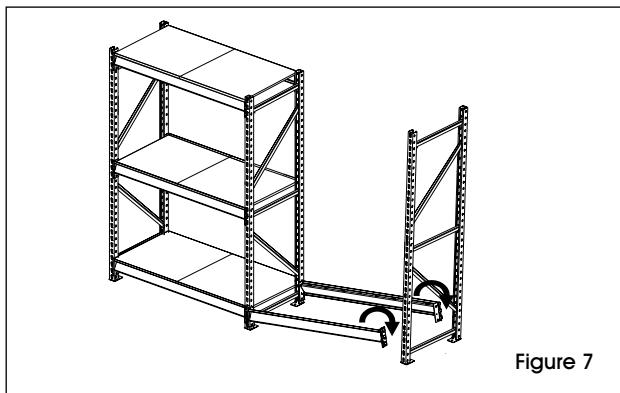

Figure 7
8. Tout en maintenant le troisième montant en position, soulevez les traverses de soutien et accrochez-les en position. (Voir Figure 7)